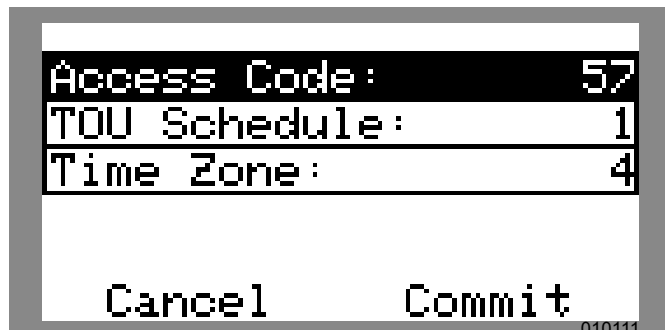

Figure 6-12. Configurer un horaire TOU (3 de 4)
3. Voir Figure 6-12. Utiliser les touches fléchées haut et bas pour mettre Access Code (Code d'accès) en surbrillance et appuyer sur la touche centrale pour le sélectionner.